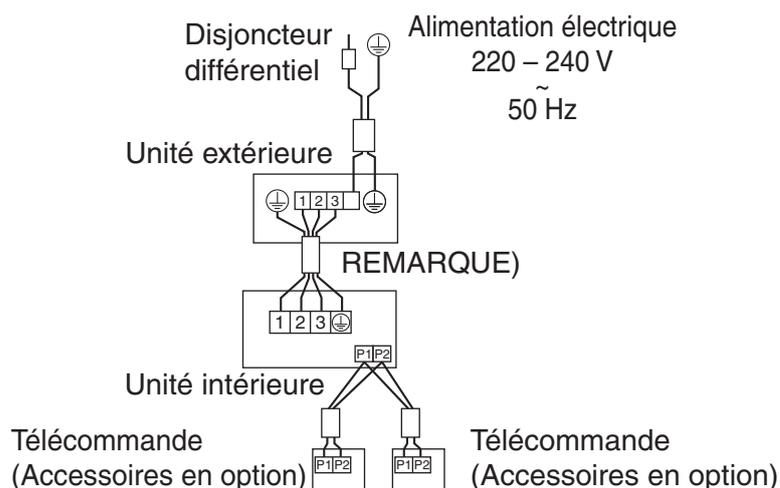

Fig. 45
- **Commande avec 2 télécommandes** : Pour commander 1 unité intérieure avec 2 télécommandes. **(Reportez-vous à la Fig. 45)**